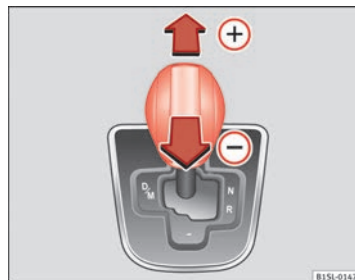

Abb. 92 Wählhebel in Tiptronic-Stellung.
- Wählhebel nach vorn  oder hinten  tippen, um hoch- oder herunterzuschalten ⇒ Abb. 92.